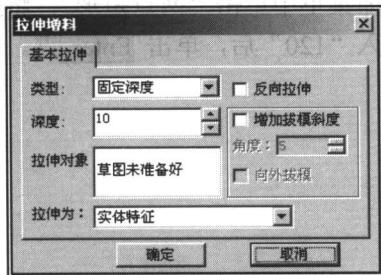

图 0-6 “拉伸增料”对话框
(1) 单击屏幕左上部的“拉伸增料”按钮，系统弹出“拉伸增料”对话框，如图 0-6 所示。